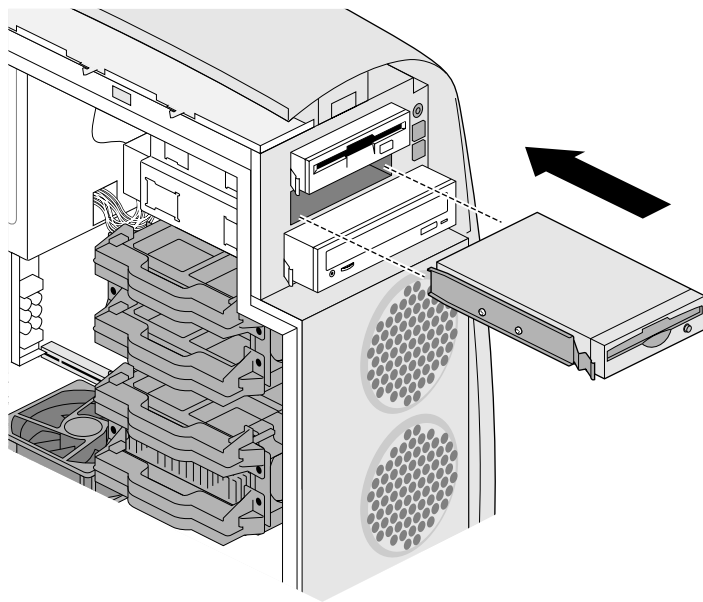

図 4-5 ドライブのドライブベイへの挿入
9. ドライブをドライブベイに差し込みます。両スレッドの前部によりドライブがドライブベイに固定されます (図 4-5)。